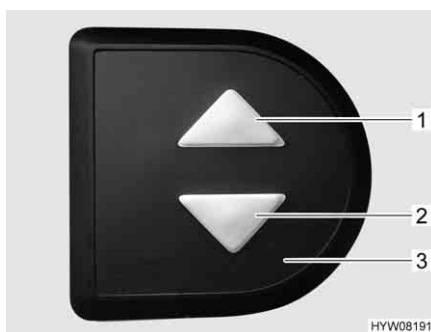

Fig. 72 Elemento di regolazione
- Sull'elemento di regolazione (Fig. 72,3) premere contemporaneamente i due tasti freccia (Fig. 72,1 e 2) e tenerli premuti fino a quando il letto basculante non si è spostato completamente verso il basso. Una volta rilasciati i tasti viene emesso un segnale acustico di conferma.
- Sull'elemento di regolazione (Fig. 72,3) premere il tasto freccia inferiore (Fig. 72,2) e tenerlo premuto fino a quando il letto basculante non ha raggiunto la posizione finale in basso.
- Sull'elemento di regolazione (Fig. 72,3) premere il tasto freccia superiore (Fig. 72,1) e tenerlo premuto fino a quando il letto basculante non ha raggiunto la posizione finale in alto.
- Portare leggermente il letto basculante con i tasti freccia (Fig. 72,1 o 2) nella direzione opposta.